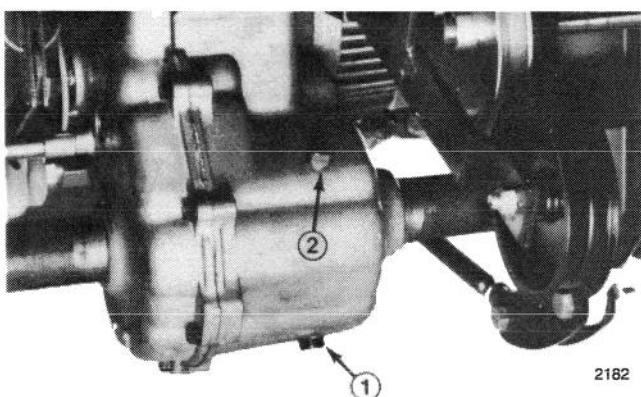

Figure 34
2. Nettoyer les abords du bouchon de vidange et placer un bac de vidange sous le bouchon de vidange du pont avant (Fig. 34).
3. Retirer le bouchon de vidange et laisser l'huile s'écouler dans le bac de vidange (Fig. 34). Quand toute l'huile s'est écoulée, remettre le bouchon de vidange.
4. Déposer le bouchon de remplissage et remplir d'huile SAE EP-90 wt. jusqu'au niveau du bouchon (environ 1,3 litre ou 44 oz (Fig. 34).